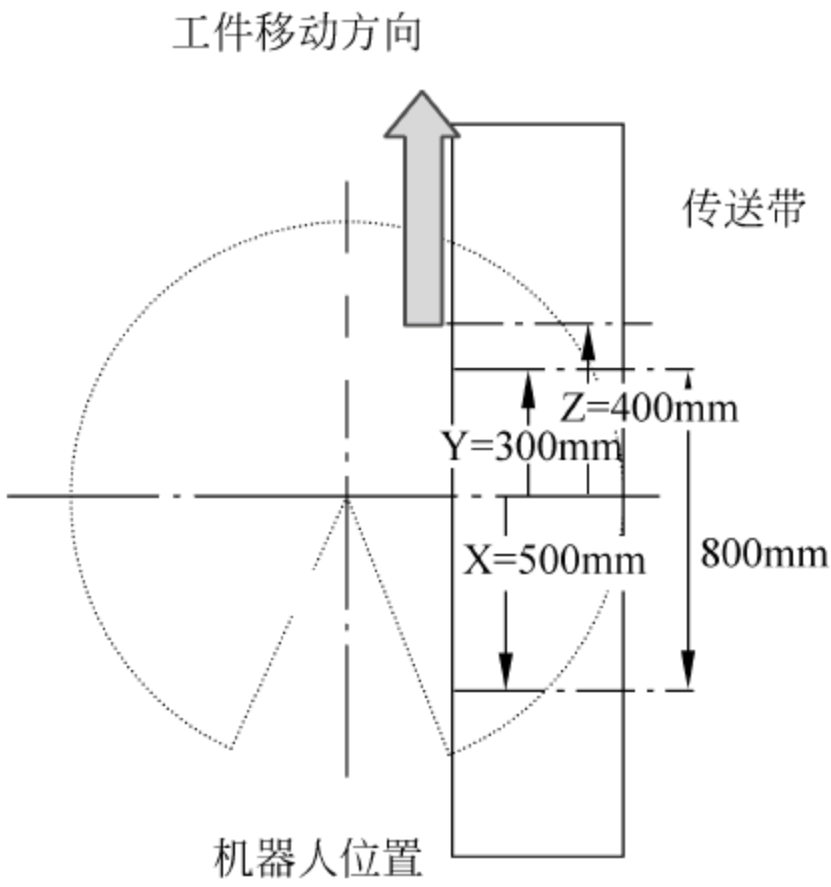

图 29-30 机器人追踪区域及机带关系
(4) 传送带在机器人右侧,工件移动方向为从后向前,则设置 PTN 的 X 坐标=5;追踪区范围 PRNG: (X,Y,Z)=(+500,+300,+400),如图 29-30 所示。